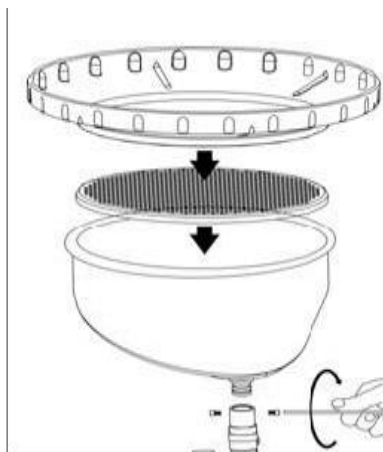

РИС. 1
- б) РИС. 1 Установите и закрепите маслосборник, фильтр и расширительную воронку.